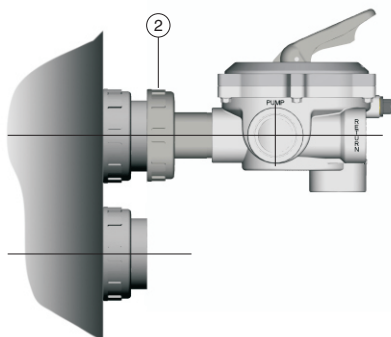

Fig. 2
2. Réunir la vanne avec la sortie supérieure du filtre en visant l'écrou (2) de façon à ce que la vanne puisse tourner autour de l'axe de l'écrou (figure 2). S'assurer que le joint torique (4) est bien dans son emplacement avant de serrer l'écrou (2).
2. Das Ventil mit der Mutter (2) auf den oberen Filteranschluss leicht aufschrauben, so dass das Ventil auf der Achse der Mutter verdreht werden kann, s. Abb. 2. Sicherstellen, dass der O-Ring (4) im Dichtungssitz anliegt, bevor die Mutter (2) festgezogen wird.
1. Roscar o colarinho (1) directamente na válvula selectora e na boca marcada com TOP colocando a junta plana de fundo (3) e intercalando a porca (2) de acordo com a figura (1). Apertar bem o colarinho (1) para garantir uma perfeita estanqueidade.
2. Unir a válvula á saída superior do filtro, roscando suavemente a porca (2), de forma a que a válvula possa girar sobre o eixo de porca, de acordo com a fig. 2. Certifique-se de ter colocado a junta tórica (4) no seu lugar, antes de apertar a porca (2).